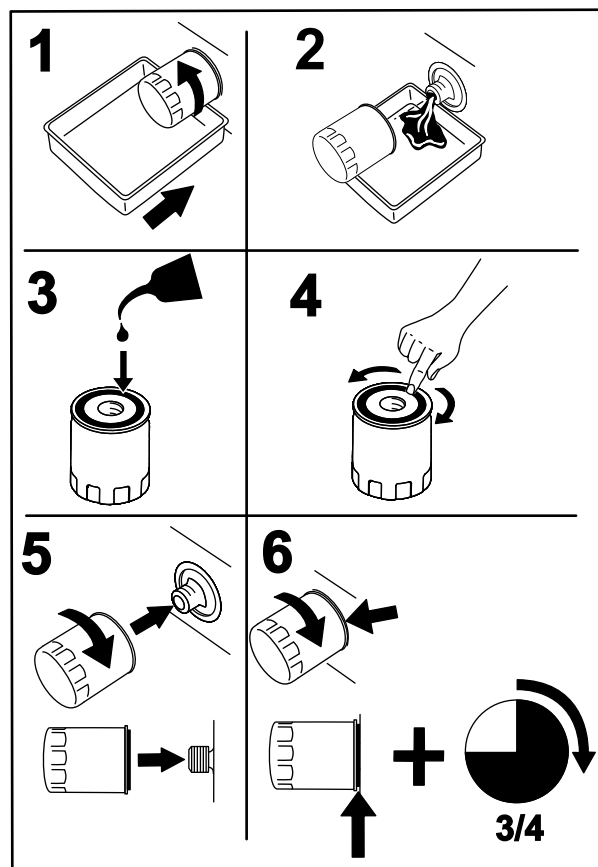

Figura 47
- Substitua o filtro de óleo do motor (Figura 47).